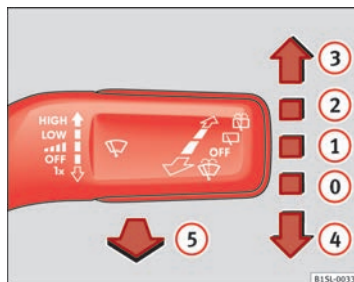

Fig. 60 Utilização do limpapára-brisas:
- Pressione o manípulo do limpa pára-brisas brevemente para baixo ⇒ Fig. 60 (4).